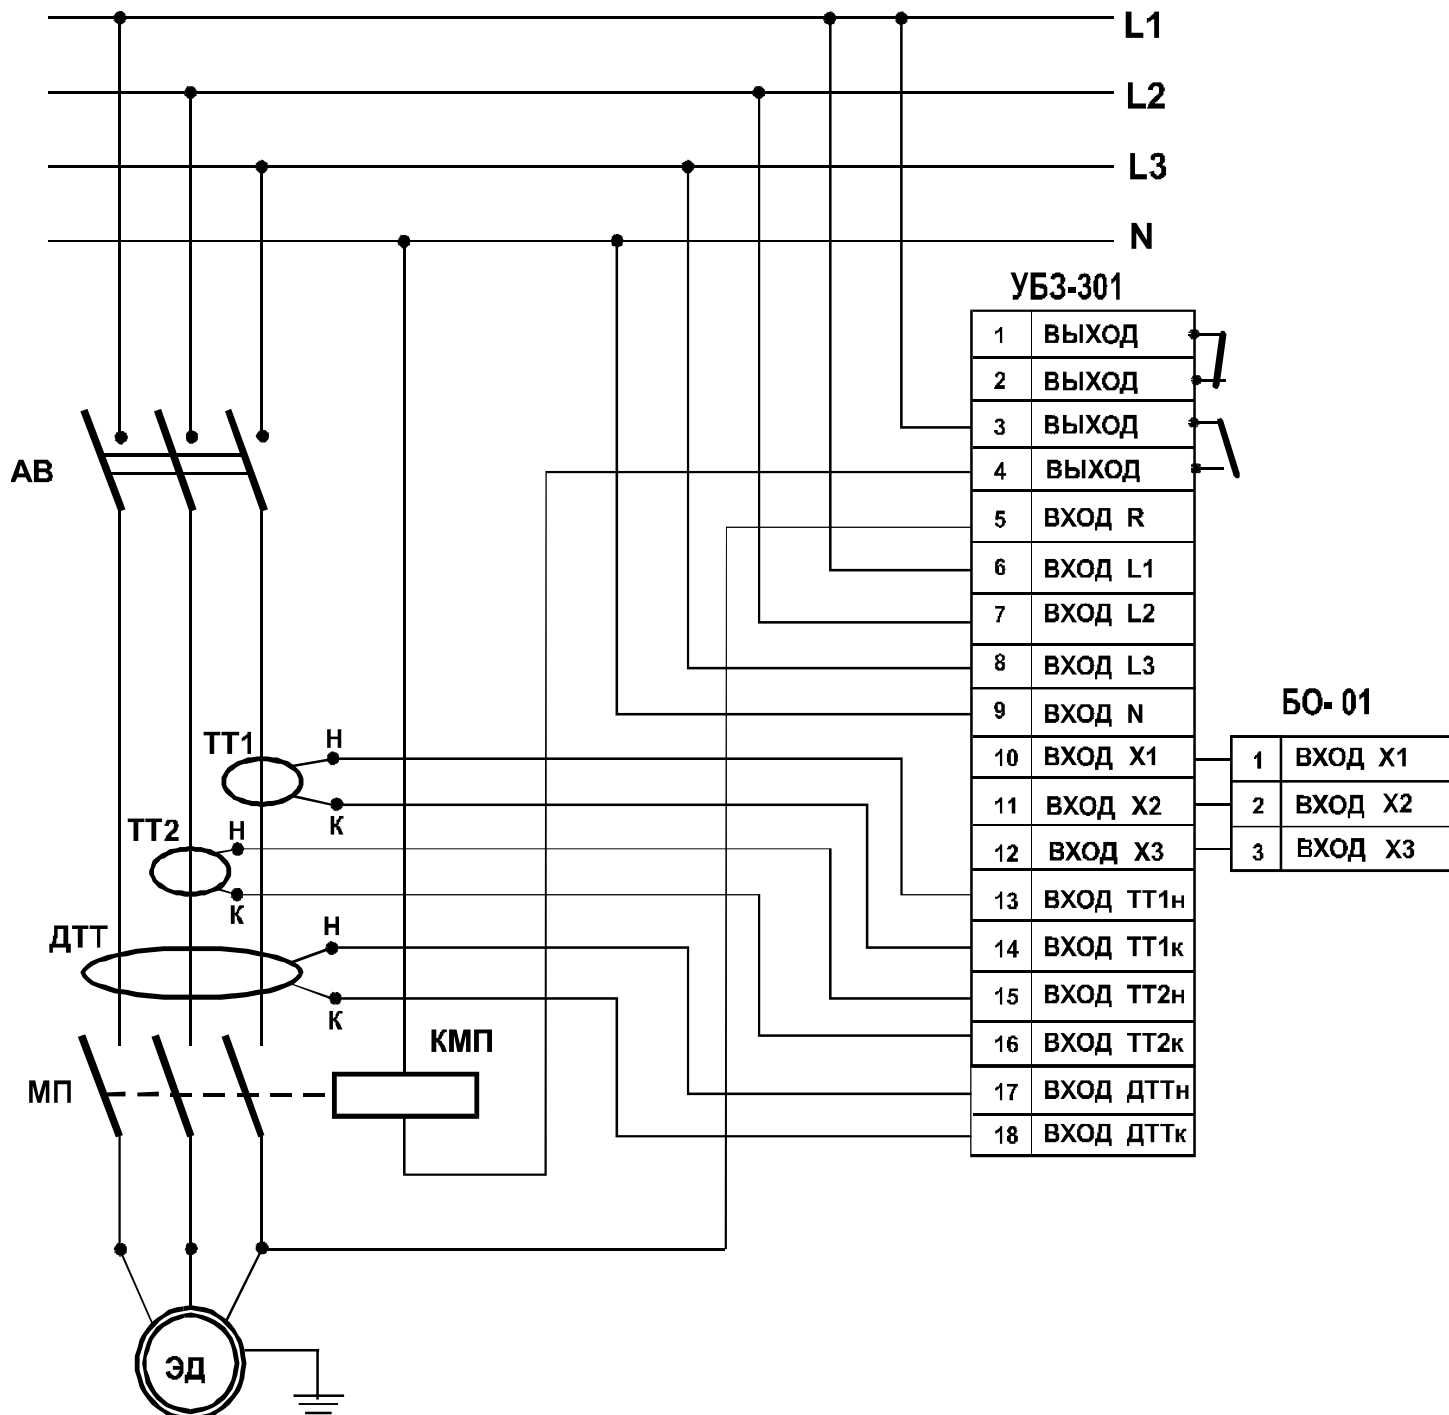

Рисунок 3
2. Подключить блок согласно приведенной схеме подключения (рисунок 3):